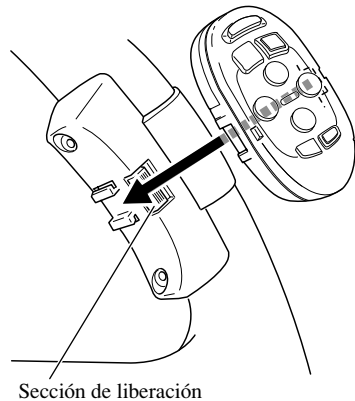

Fig. 11
4. Instale la unidad de control remoto en el sujetador. (Fig. 11)